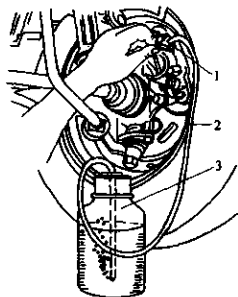

图 3-242 制动系统放气(二)
1) 将一根软管一端接到放气螺钉上,一头插入容器中,如图 3-242 所示。